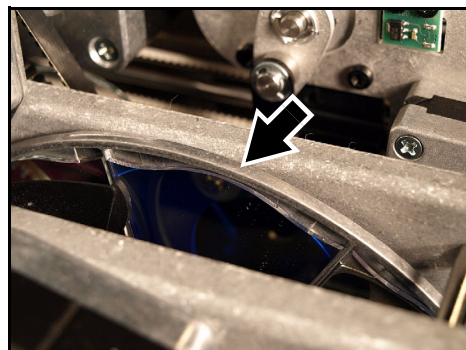

Figure 23: Color filter installation
6. Glissez le filtre dans son clip au centre de la roue. Voir Figure 23. Assurez-vous que le bord extérieur du filtre glisse sous la lèvre (repérée) au bord de la roue de couleur afin que le filtre soit maintenu correctement.